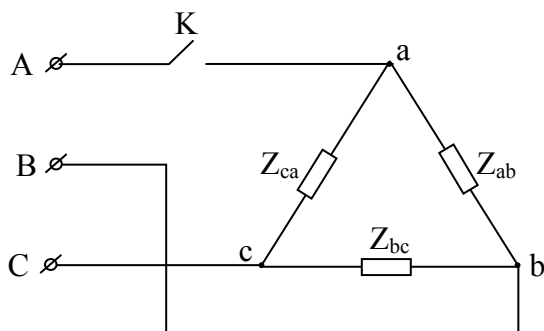

Рис. 3.4.7
3.4.7. Трехфазная симметричная цепь соединена треугольником (рисунок 3.4.7). Как изменятся линейные и фазные токи при размыкании ключа К.